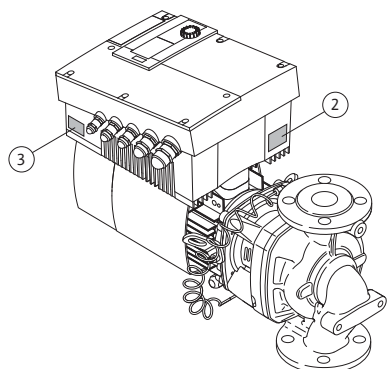

Fig. 12: Disposición de las placas de características:
- La placa de características del accionamiento se encuentra en el módulo electrónico, en el lado de los pasamuros (Fig. 12, pos. 3). La conexión eléctrica debe realizarse según las indicaciones que encontrará en la placa de características del accionamiento.